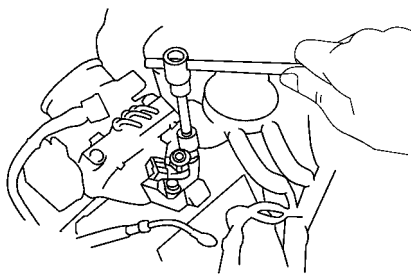

图 2-94 拆下接头螺栓和两个垫片脱开冷起动喷射器管子
1) 在冷起动喷射器的管子下面放一个适当的容器或抹布，拆下接头螺栓和两张垫片，脱开冷起动喷射器管子，如图 2-94 所示。